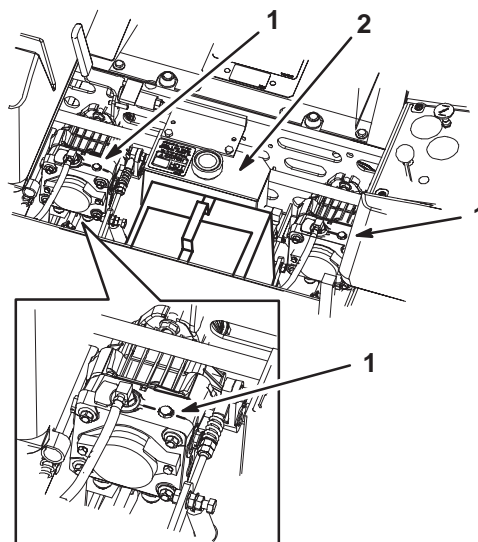

Figure 28
2. Tournez les vannes de dérivation d'un tour dans le sens anti-horaire pour pousser la machine. Cela permet au liquide hydraulique de contourner la pompe et aux roues de tourner (Fig. 28).
Tournez les vannes de dérivation d'un tour dans le sens horaire pour conduire la machine (Fig. 28).